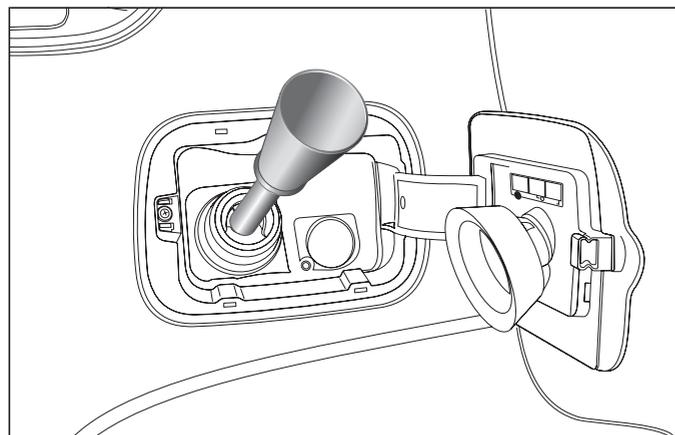

fig. 85
- introduire l'adaptateur B dans le goulot, comme indiqué sur fig. 85 et procéder au ravitaillement ;